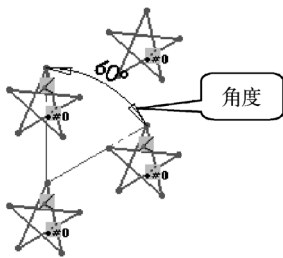

图 2-129 标注阵列方向间的角度
- “方向 2” 卷展栏：用于设置阵列在另一个方向上的参数，其意义同“方向 1”。勾选“在轴之间添加角度尺寸”复选框，可在完成阵列后，自动标注两个阵列方向间的角度，如图 2-129 所示。